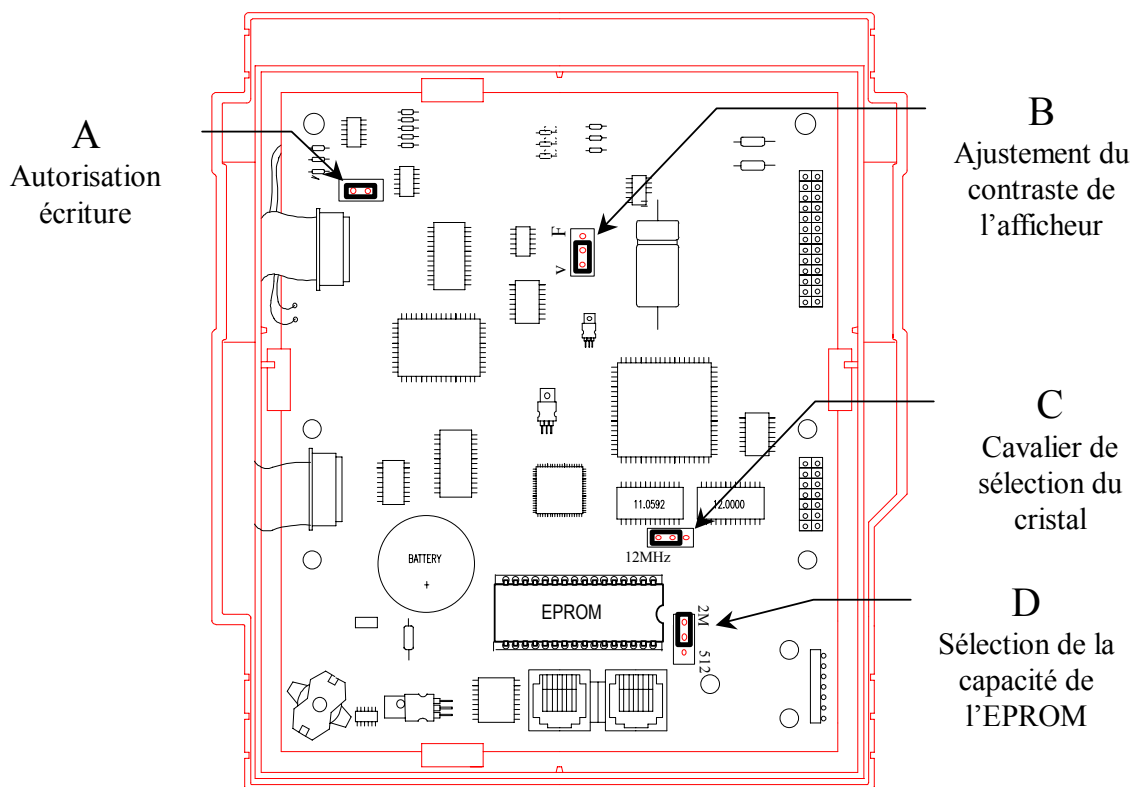

Figure 20 : Vue arrière de l'Hiromatic G
**Mettre la Microface hors tension avant d'installer ou de démonter l'Eprom. Démonter l'Eprom uniquement avec un outil adapté ; ne jamais utiliser un tournevis. Pour une implantation correcte, se référer à la Figure 1 du chapitre Microface Evolution pour Microface, et la Figure 20 du chapitre 2.10.2 pour Hiromatic. Faire concorder le détrompeur avec la direction indiquée sur le dessin.**